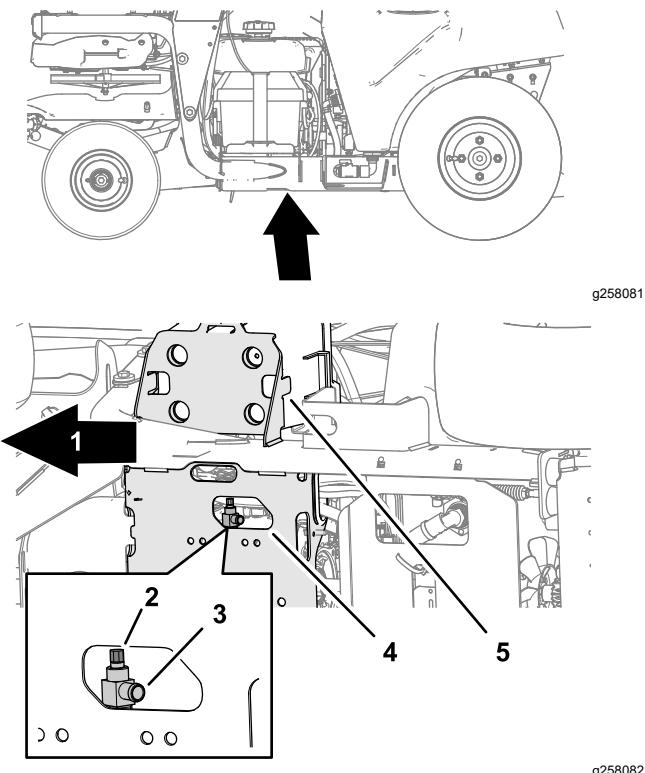

Figure 73
3. Placez un bac de vidange de 1,5 L (1,6 pte américaine) ou plus sous le robinet de vidange au bas de la plaque de protection et vers l'intérieur par rapport au support de batterie (Figure 73).
4. Ouvrez le robinet de vidange en tournant la tige à tête hexagonale du robinet dans le sens antihoraire à l'aide d'une clé (Figure 73).
5. Fermez le robinet de vidange en le tournant dans le sens horaire jusqu'à ce qu'il soit parfaitement en ajusté (Figure 73).